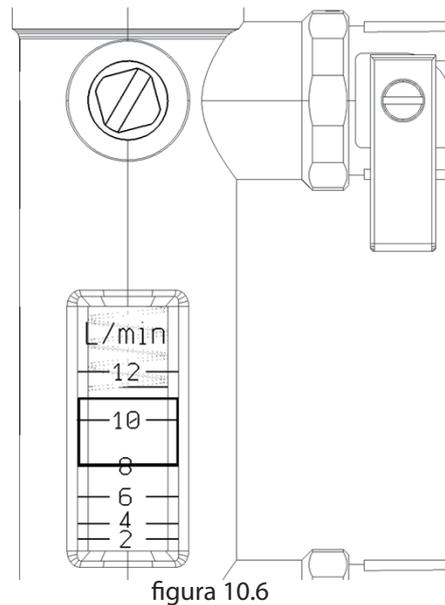

figura 10.6
- ❖ Attraverso il misuratore di portata inserito alla base del gruppo pompe GSC1 e GSC2 (figura 10.6), verificare di avere raggiunto il valore desiderato oppure di averlo superato. Se questo caso è verificato, può essere mantenuto questo regime di esercizio. Solo se si presenta un forte superamento (1,7 volte più alto), la portata deve essere ridotta per strozzamento attraverso la valvola VI. Se non si raggiunge invece il valore desiderato, allora il regime di rotazione del circolatore deve essere aumentato. Seguono quindi ulteriori verifiche ed eventualmente aumenti dei livelli di regime.